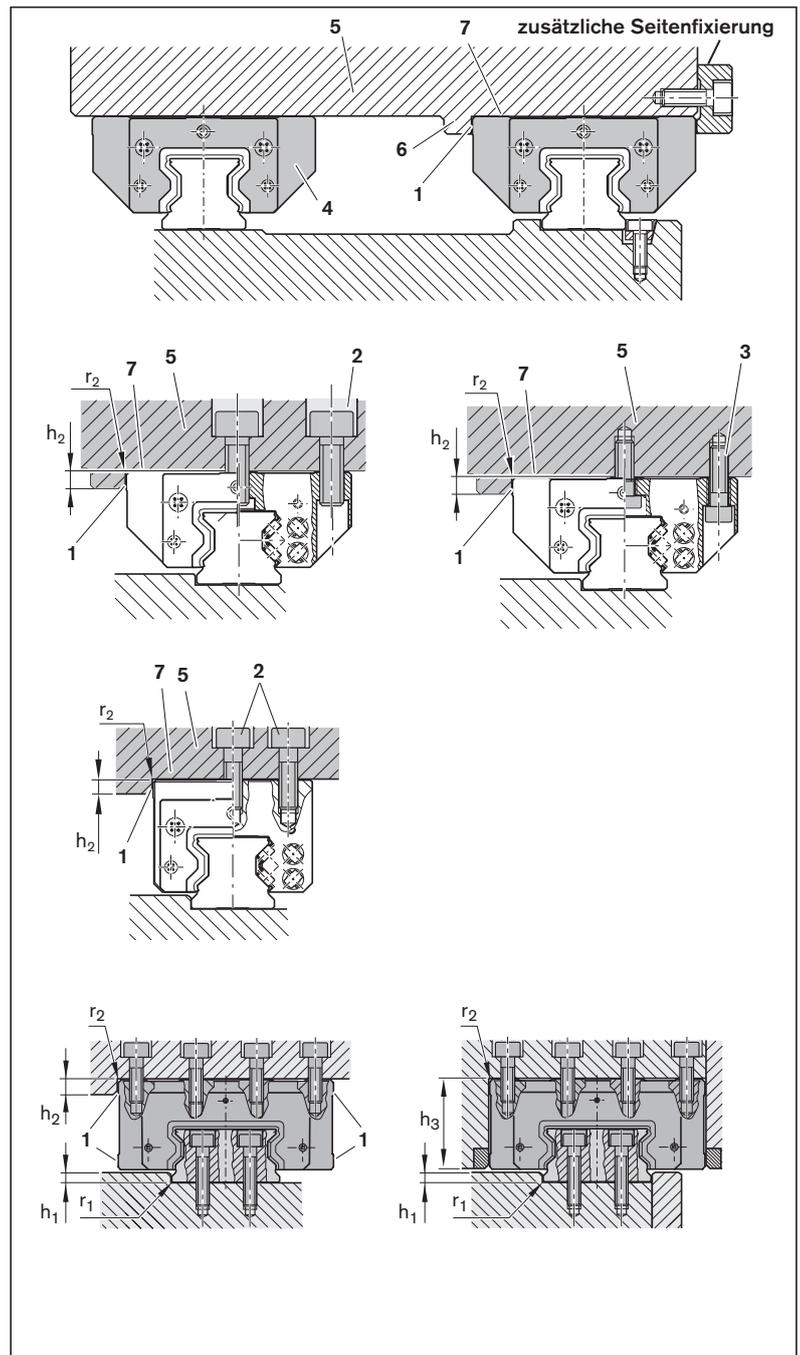

Fig. 55: Aufbau auf Führungswagen montieren
1. Aufbau (1) auf eine rutschfeste Unterlage ablegen (2).
5. Führungswagen eventuell an Anschlagkante (3) anpressen und mit zusätzlicher Seitenfixierung versehen \Rightarrow Fig. 55.